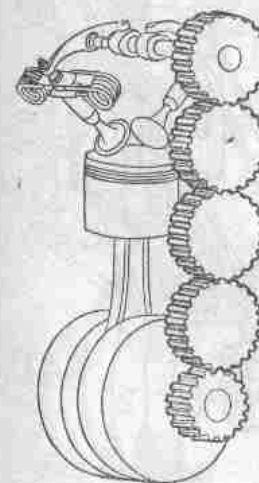

Fig. 33.—OHC mandado por engranajes en serie.
- Por serie de engranajes (fig. 33), como en la Mondial 175.